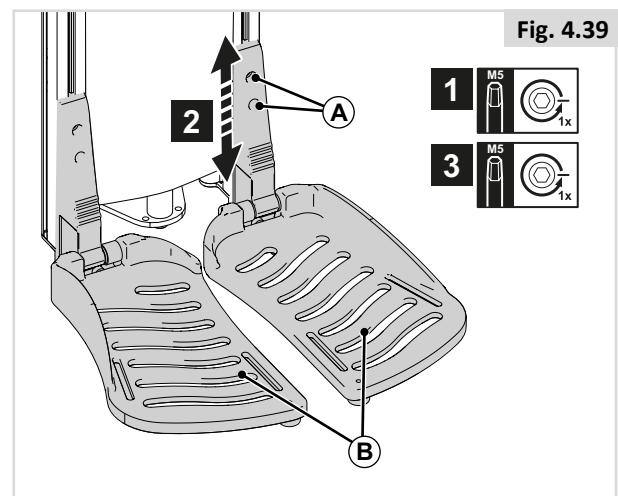

Fig. 4.40
- Som med alla rörliga delar ska du vara försiktig så att du inte klämmer fingrarna, (Fig. 4.40).
Vristvinkel (Fig. 4.40)